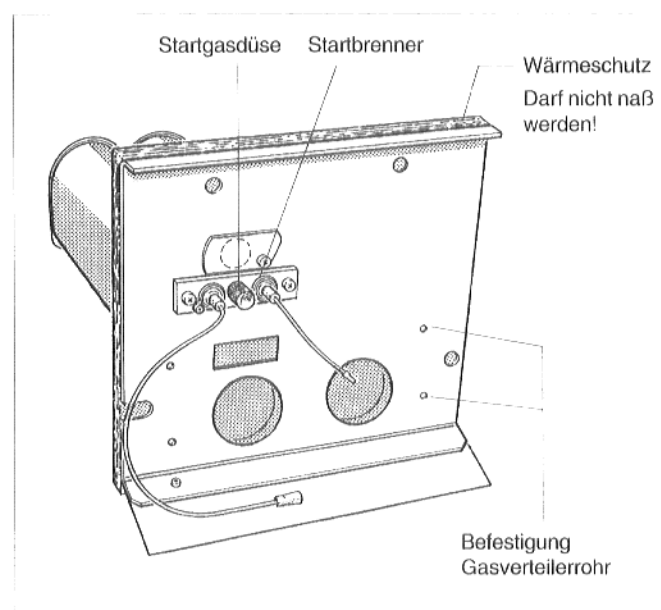

Abb. 38: Brennerschild und Brennerstäbe
- Die beiden Schrauben am Startbrenner lösen und Startbrenner vorsichtig herausziehen (Abb. 38).
- Brennerstäbe in Wasser mit Reinigungsmittel tauchen und abbürsten. Dabei darauf achten, daß der Wärmeschutz am Brennerschild nicht naß wird (Abb. 38)!